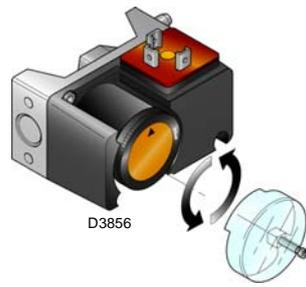

Abb. 22
- Regeln Sie den Maximal-Gasdruckwächter (Abb. 22) auf das Skalende.